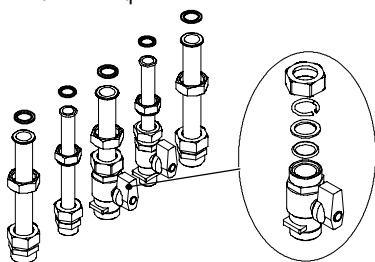

fig. 5.2
- 3 Avvitare i rubinetti e i raccordi rapidi sull'impianto idraulico (fig. 5.2)